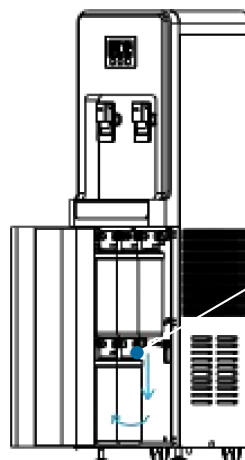

Figure 4 · Retirez le filtre en le tournant et en le faisant glisser, en suivant les flèches du filtre
3. Retirez le filtre en le tournant dans le sens antihoraire, en suivant les flèches figurant sur le filtre, et en le tirant vers le bas (figure 4).